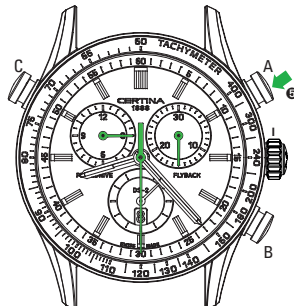

Abb. 14
**Ablesen der Endzeit (gemäß Abb. 14)**